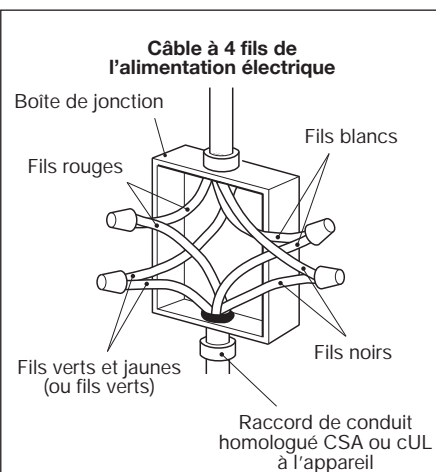

Fig. 6.2
7. Connectez le fil blanc du câble du four au fil neutre (blanc) de la boîte de jonction (Fig. 6.2).